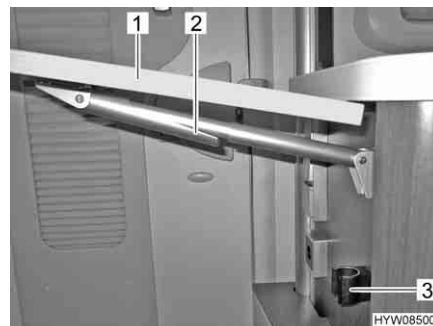

Fig. 93 Chiusura del tavolo ribaltabile su bancone
- Afferrare il tavolo ribaltabile su bancone (Fig. 93,1) sull'esterno e sollevarlo leggermente. Con l'altra mano ruotare e abbassare il dispositivo di fissaggio (Fig. 93,2) sul supporto telescopico.
- Abbassare il tavolo ribaltabile, finché il supporto telescopico non ingrana nel supporto (Fig. 93,3).